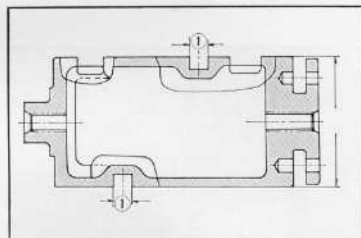

Fig. 3. 101 Shift drum groove
7. Shift drum groove (Fig. 3. 101)